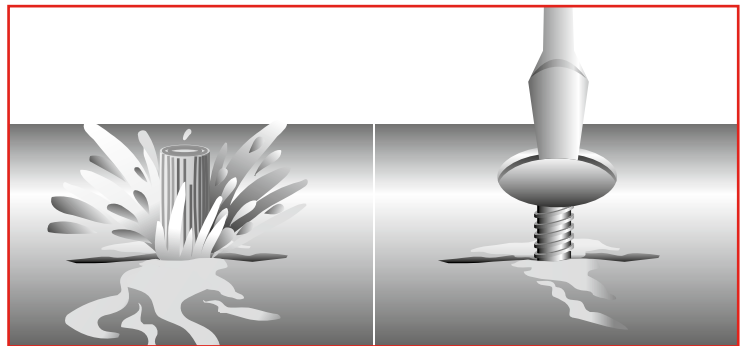

Figura 3. Pare la fuga con un tapón de madera o inserte una pija de metal en el área de filtración.
- Rellenando con corcho, cera, trapo o cualquier otro material adecuado. (Ver la figura 3).